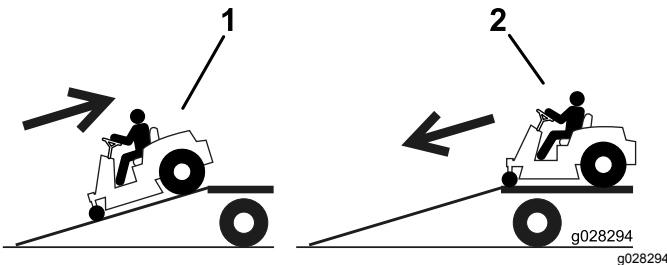

Bild 33
4. Fahren Sie mit der Maschine rückwärts auf die Rampe (Bild 33).
2. Fahren Sie die Maschine vorwärts von der Rampe herunter (Bild 33).